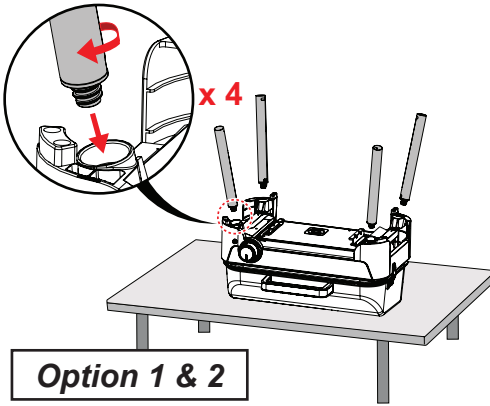

Fig. 2a
- 2.a. Insérer les 4 tubes inférieurs dans les tubes supérieurs (Fig. 2a).
- 2.b. Assembler partiellement les vis papillons en laissant 3 ou 4 mm non vissés (Fig. 2a).